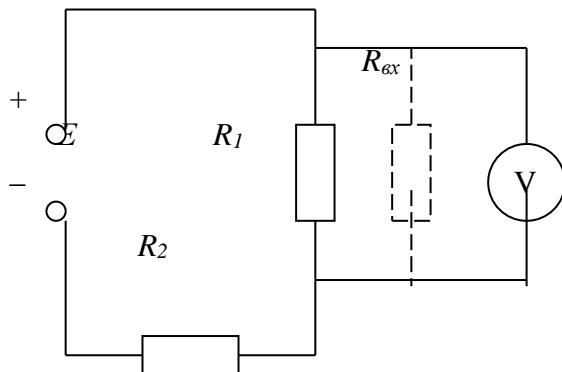

Рис. 3 Измерение напряжения на участке электрической цепи.
**Задача 4.** Для измерения напряжения на резисторе  $R_I = 1$  кОм (см. рис.3) включен вольтметр класса точности  $K_P$  с конечным значением шкалы  $U_{ном}$  и  $R_{ex} = 5$  кОм показания вольтметра  $U_\alpha$ , напряжение источника  $E$ ;  $R_2 = 9$  кОм. Определить действительное значение измеряемой величины напряжения; погрешности, обусловленные методом измерения и классом точности прибора.